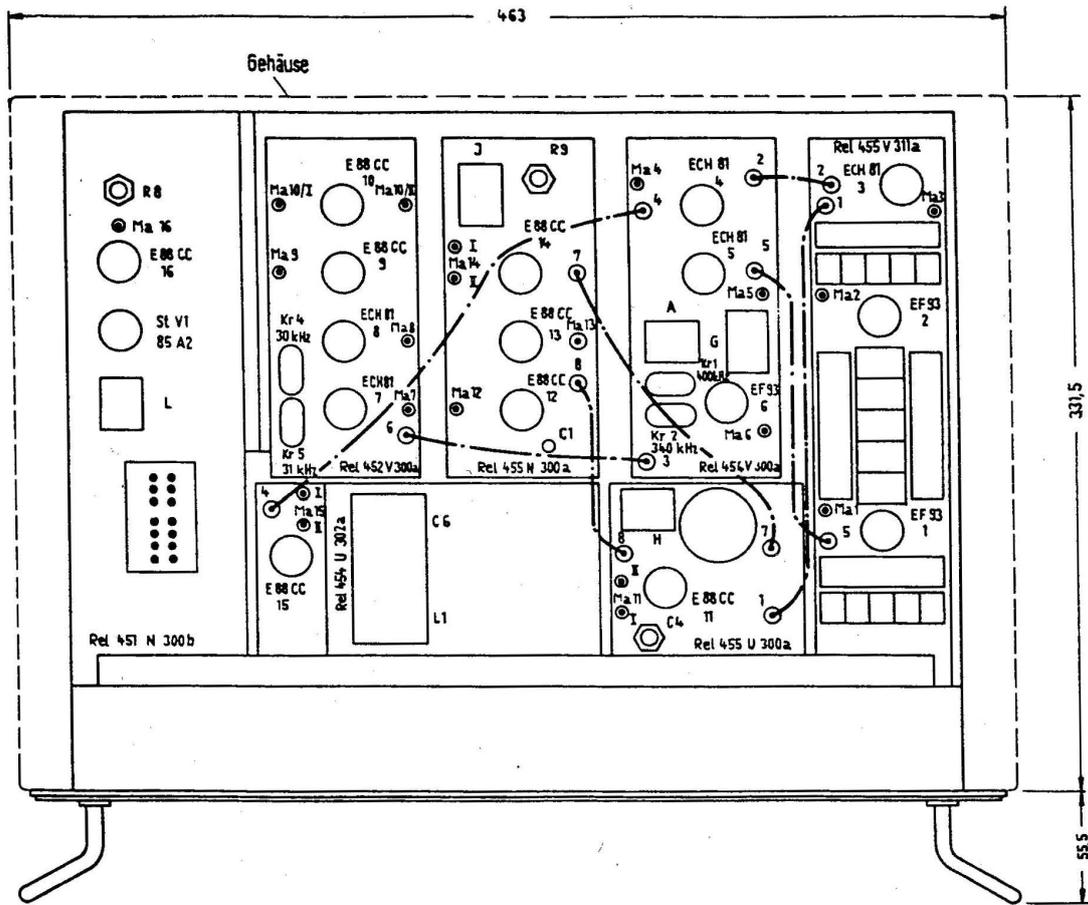

Bild 1 Anordnung der Baugruppen und der Meßanschlüsse
- (b) Sollte der angezeigte Wert um mehr als  $\pm 3$  V vom Sollwert +150 V abweichen, das Potentiometer R8 (Bild 1) entsprechend nachstellen. Hierbei beachten, daß eine Abweichung auch durch einen Anzeigefehler des Meßinstruments hervorgerufen werden kann.
- (a) Den betriebswarmen Empfänger vom Netz trennen, aus dem Gehäuse herausziehen, und das in der Buchse "5" des ZF-Verstärkers steckende Kabelende in die Buchse "Ma13" im Raster stecken (Bild 1). Der Eingangsstufe wird also jetzt nicht mehr das 400-kHz-Spektrum, sondern das 100-kHz-Spektrum zugeführt.
- (c) Mit einem Schraubenzieher den Trimmer C1 im Raster (siehe Bild 1) auf Schwebungsnull drehen. Sehr langsame Schwingungen lassen sich am Kontrollinstrument (Schalterstellung " $U_{NF}$ ") beobachten.
- (b) L-Abgleich L1 (Bild 1) im Interpolator solange verändern, bis bei Seitenbandumschaltung Tongleichheit auftritt.
- (f) C-Abgleich C6 (Bild 1) solange verändern, bis bei Seitenbandumschaltung wieder Tongleichheit auftritt.